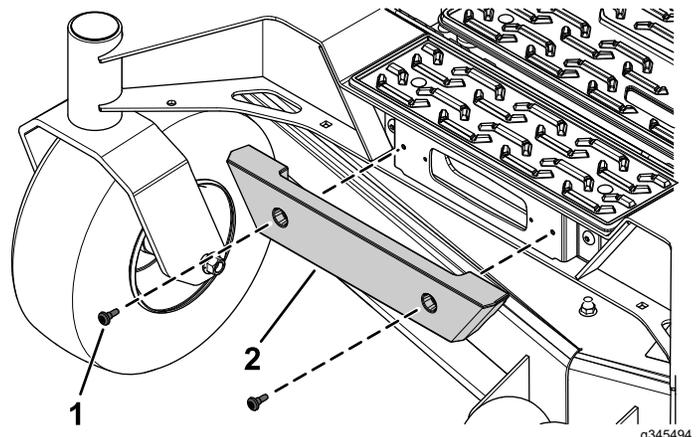

Bild 1
1. Entfernen Sie die beiden Torx-Schrauben, mit denen der vordere Stoßfänger befestigt ist (Bild 1).
2. Entfernen Sie den vorderen Stoßfänger (Bild 1).